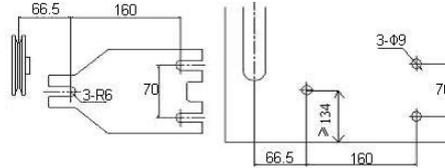

图 2-1 螺栓钻孔尺寸图
**第一步:** 安装吊装螺栓, 若缝纫机台板上无预留定位孔时则需按图 2-1 所示尺寸钻孔, 置入定位吊装螺栓。